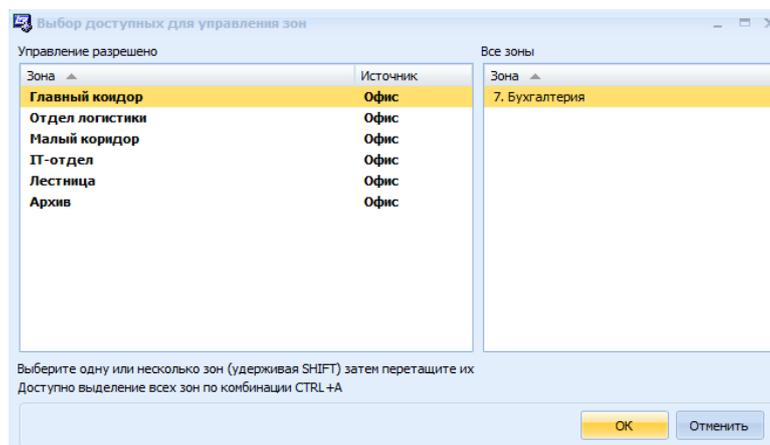

Рис. 8 Окно **Выбор доступных для управления зон**
- **Доступные зоны** – необходимо выбрать зоны доступные для управления (постановка на охрану, снятие с охраны) сотрудникам данного объекта. Для этого следует нажать кнопку **Изменить**, в открывшемся окне **Выбор доступных для управления зон** перетащить нужные зоны из поля *Все зоны* в поле *Управление разрешено* и нажать **Ок** (Рис. 8).